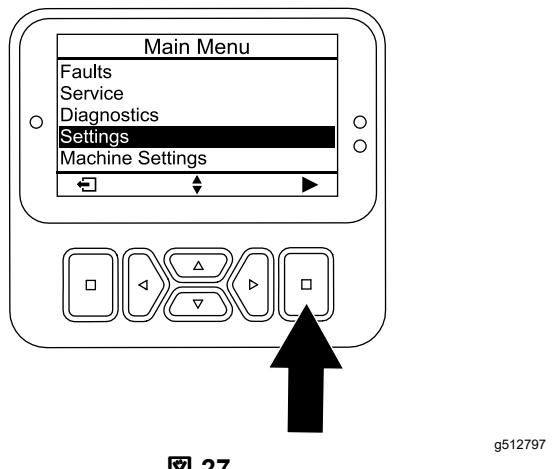

図 27
1. メインメニューから、設定メニューまで下にスクロールし、選択ボタン(図27)を押します。